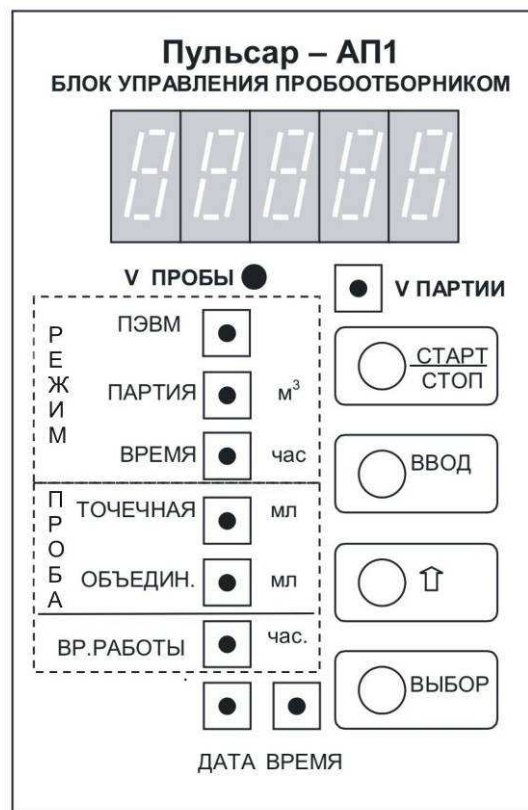

Рис. 3– Лицевая панель БУП
1.5.3.1 На лицевой панели БУП расположены, в соответствии с Рис. 3: